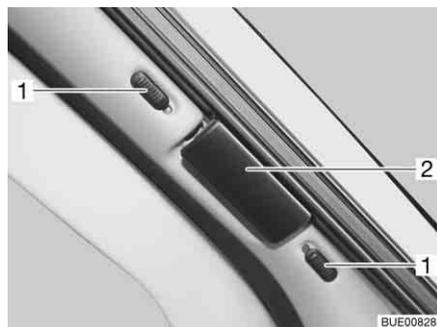
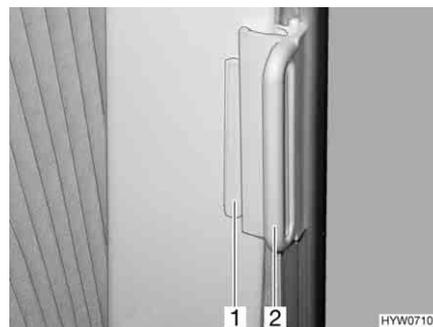

Fig. 65 Dispositif occultant plissé pour le pare-brise
Fig. 66 Dispositif occultant plissé pour les fenêtres côté conducteur et passager
- Pousser les boutons de verrouillage du dispositif occultant plissé pour le pare-brise (Fig. 65,1) vers le bas ou vers le haut. Si le point rouge est visible, le dispositif de verrouillage est ouvert.
- Saisir les dispositifs occultants plissés par la poignée (Fig. 65,2 et Fig. 66,2) et tirer avec précaution jusqu'à ce que le blocage magnétique les maintienne fermés.
- Pousser, sur les dispositifs occultants plissés pour les fenêtres côté conducteur et côté passager, la poignée (Fig. 66,2) sur la pièce de fixation (Fig. 66,1). Le dispositif occultant plissé est bloqué.